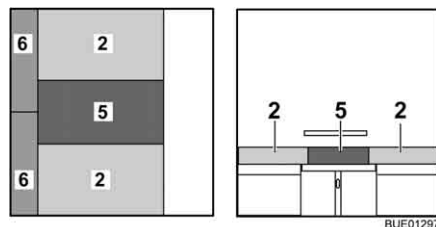

Bild 125 Nach dem Umbau
- Das Zusatzpolster (Bild 125,5) zwischen die Sitzpolster auf den Tisch legen.
- Die Zusatzpolster (Bild 125,6) zwischen die Sitzpolster und die Wand legen.